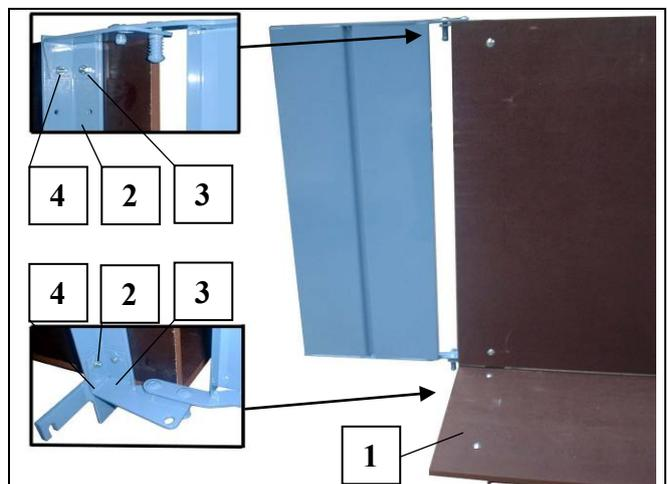

Fig. 40 Assemblage du plateau universel.
- Installer le protecteur latéral pliant (5) (siehe Fig. 40)
- Placer la ridelle (6) par le haut sur le profil support avec deux boulons (7) pour chaque ridelle.